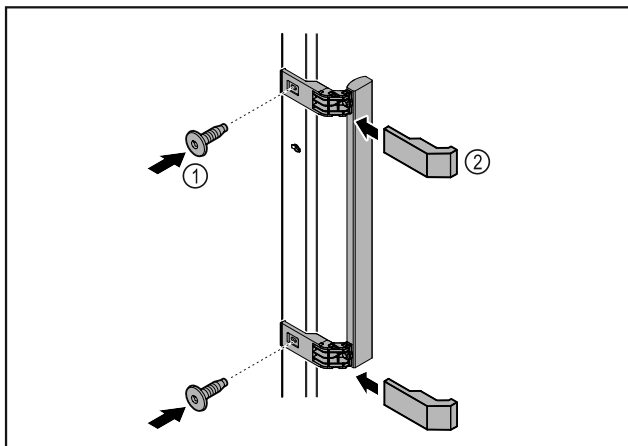

Fig. 7
- Установите на дверь ручку из набора принадлежностей, используя прилагающиеся винты Fig. 7 (1)У
- Установите облицовку Fig. 7 (2)У